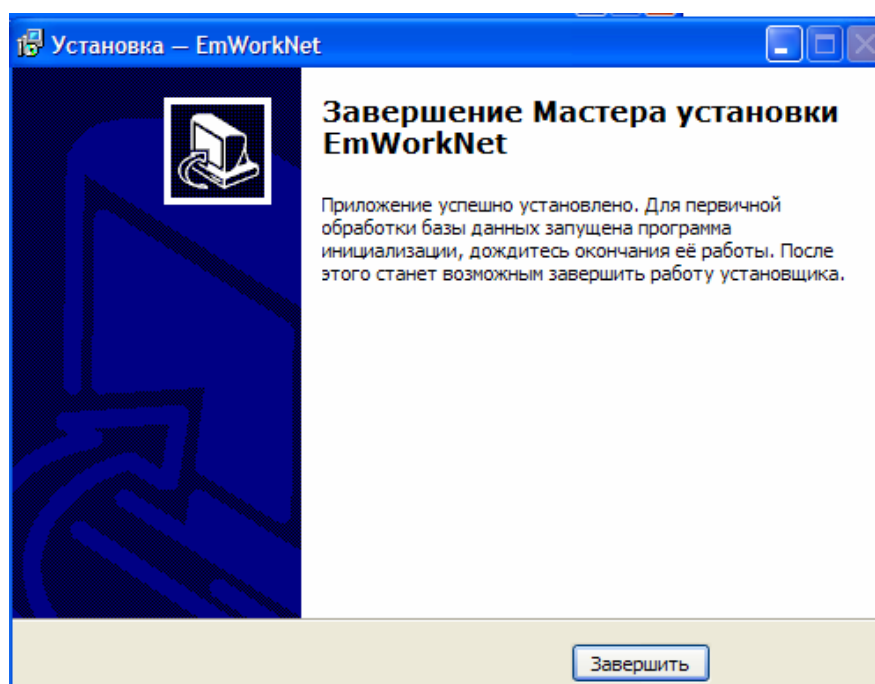

Рис. 14.11
10. После завершения установки откроется окно, приведенное на рис. 14.11, и начнется автоматическая инициализация базы данных, во время которой кнопка «Завершить» может быть заблокирована. По окончании инициализации нажать кнопку «Завершить».